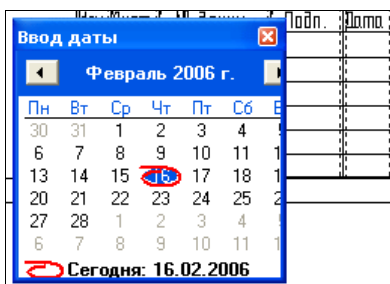

Рис. 13.14. Диалоговое окно Ввод даты
- ♦ в поле **Дата** введите дату с клавиатуры, а лучше щелкните дважды в ячейке до появления диалогового окна **Ввод даты** (рис. 13.14). Опять щелкните дважды по нужной дате, и она будет вставлена в ячейку;